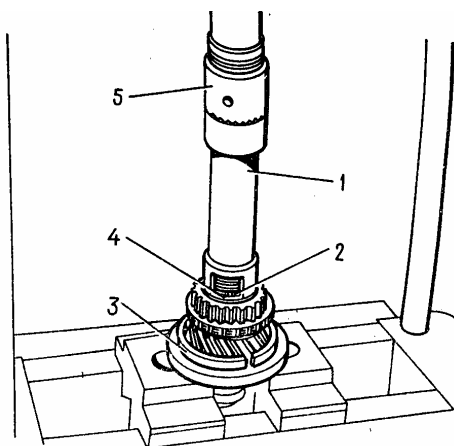

Fig. 3-28. Instalación del anillo de retención en el árbol secundario:
- instalar el árbol secundario con el mandril 41.7816.4069 en la prensa (véase fig.3-28), colocar debajo del piñón de la III° velocidad los semianillos de apoyo 3, y presionando con el mandril sobre la arandela elástica, quitar el anillo de retención 2, seguidamente la arandela elástica 4, el cubo del manguito deslizante para el cambio de la III° y IV° velocidad y el piñón de la III° velocidad.